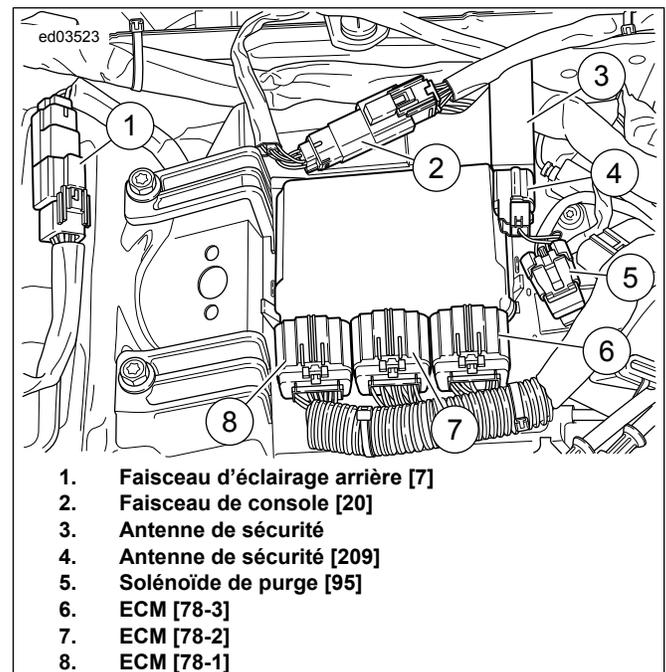

Figure 1. Sous la selle : FLHR/C
2. Voir Figure 1. Débrancher [7] (1) et brancher les connecteurs d'ensemble de module.